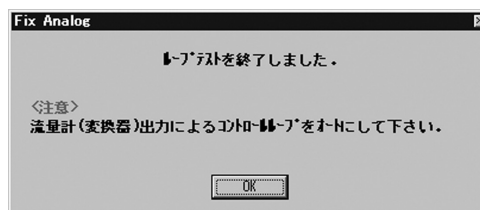

図60
- ⑤ 「Stop」ボタンをクリックすると図60のようなメッセージボックスが現れますので、「OK」ボタンをクリックしてください。